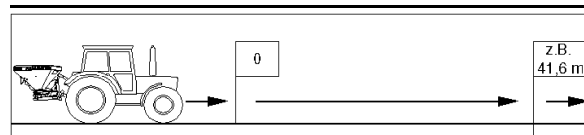

Fig. 67
4. Opmål målstrækningen nøjagtigt på marken. Markér strækningens start- og slutpunkt (Fig. 67).